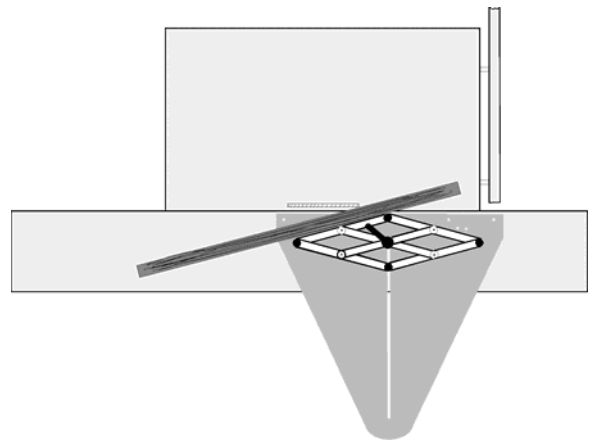

Bild 3
- Rahmenholz am Meß- und Sägerahmen anlegen und sägen (Bild 3).